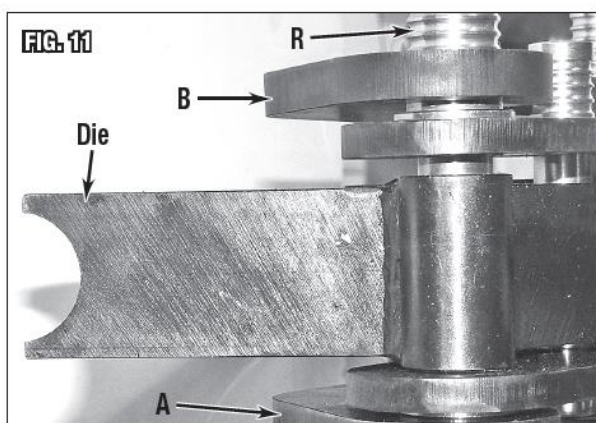

Рис. 11
1. Вставить выбранную форму в раму изогнутым краем, обращенным к торцу трещотки, и зажимом, ориентированным в направлении смещения (Рис. 11).
2. Вставить большую ось шарнира (R) Ø1"x 6-1/2" [Ø25x165 мм] в шарнирное отверстие и обе втулки (Рис. 11).